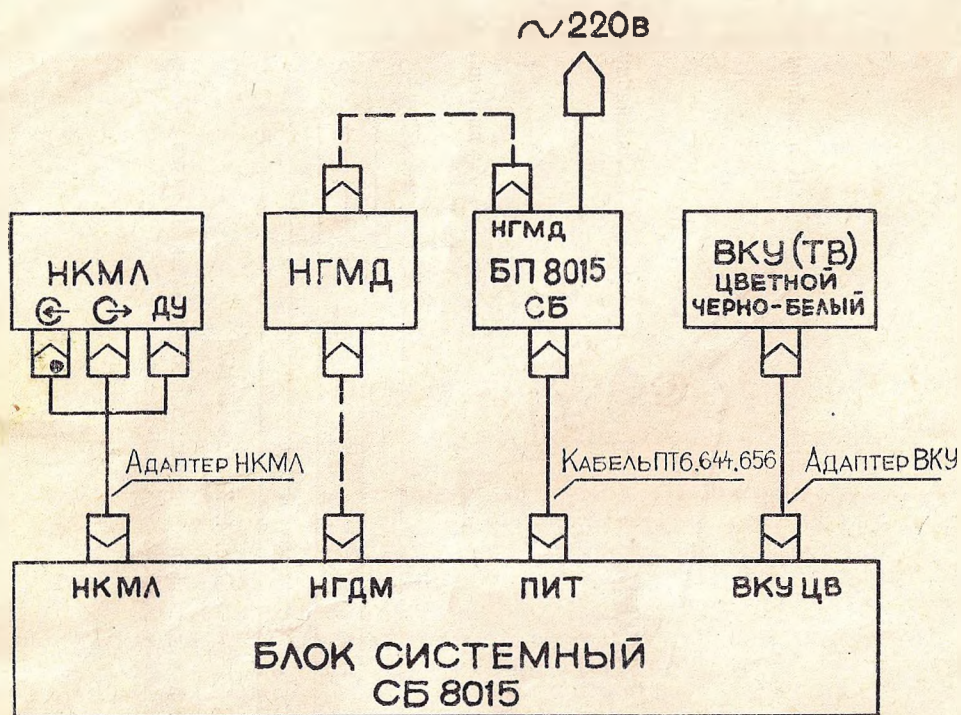

Рис. 5. Схема подключения ПЭВМ
6.1.1. Составные части ПЭВМ и внешние устройства размещают в удобном для пользователя положении и соединяют между собой с помощью кабелей, адаптеров согласно схеме, приведенной на рис. 5.